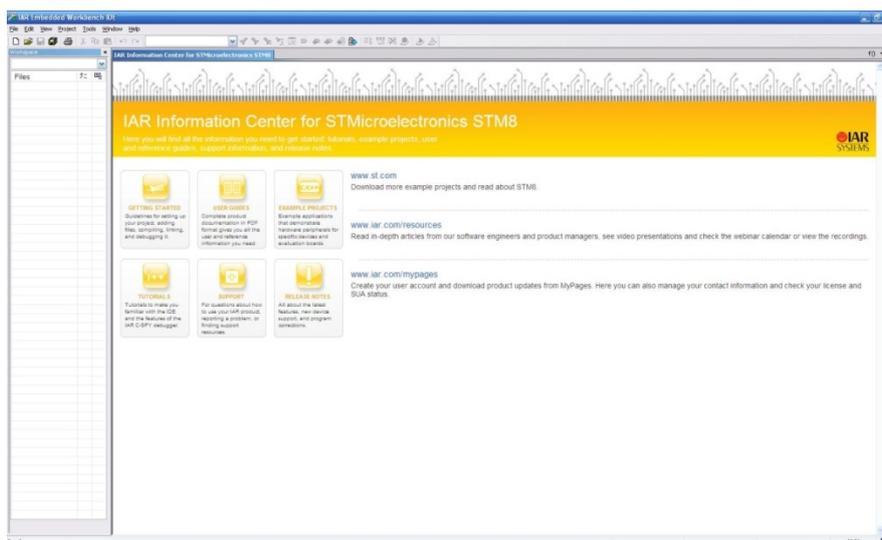

Рис. 2.1. Стартовое окно программы
1. Запускаем среду *IAR Embedded Workbench for STMicroelectronics STM8*. На рис. 2.1 представлен внешний вид стартового окна программы.